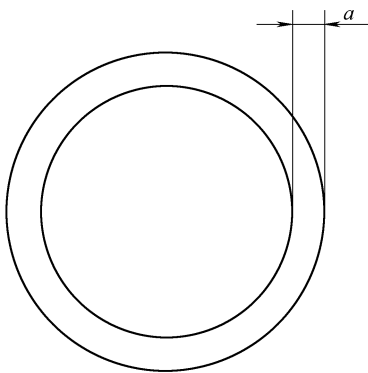

图 5-4-12 检查传感器与保险杠间隙
• 安装了传感器之后,检查传感器是否正确地在支架内。从保险杠的外部目测,传感器头部和保险杠罩盖之间的间隙尺寸 a 必须均匀,如图 5-4-12 所示。